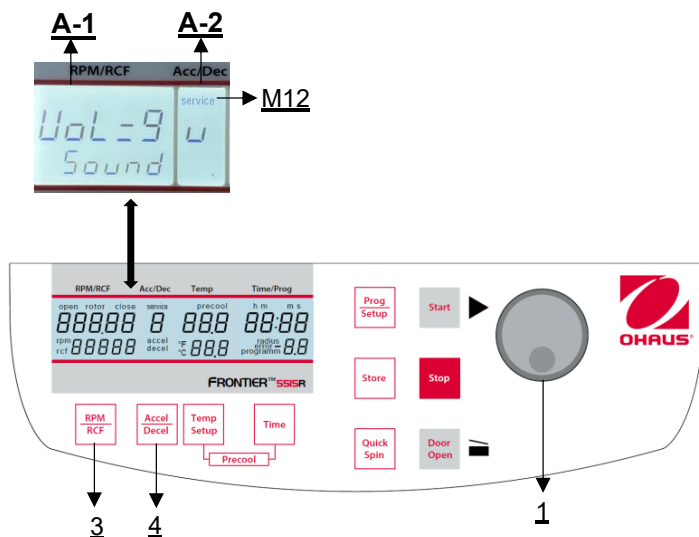

Figure 32
Procéder comme décrit au point 4.1.1 pour entrer dans ce mode de programmation et appuyer ensuite sur la touche **"Accel/Decel"** (4). Sur l'écran **"Acc/Dec"** (A-2), le mot **"Service"** (M12) clignote. Sélectionnez maintenant la lettre **"U"** à l'aide du bouton de réglage (1). Les mots **"Vol=9/Sound"** apparaissent alors sur l'écran **"RPM | RCF"** (A-1). Après avoir appuyé sur la touche **"RPM | RCF"** (3), vous pouvez régler le volume souhaité entre 0 (faible) et 9 (fort) à l'aide du bouton de réglage (1) (voir figure 32).